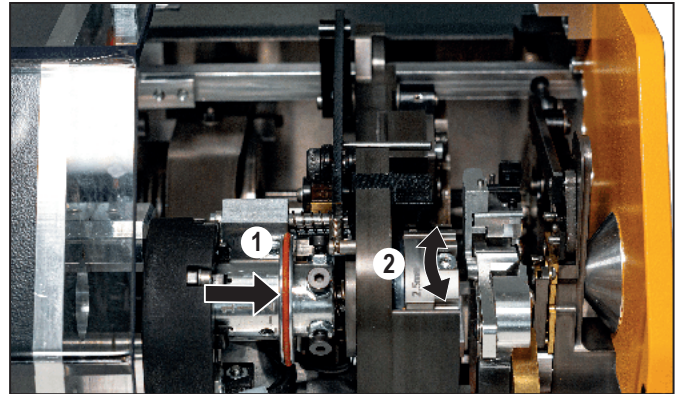

Imagen 6.4 Ajustar la sección
- Presione y mantenga el tambor de ajuste hacia la derecha, véase Imagen 6.4, 1.
- Gire el tambor de ajuste hasta que el tambor de crimpado encaje en el tamaño de matriz deseado, véase Imagen 6.4, 2.